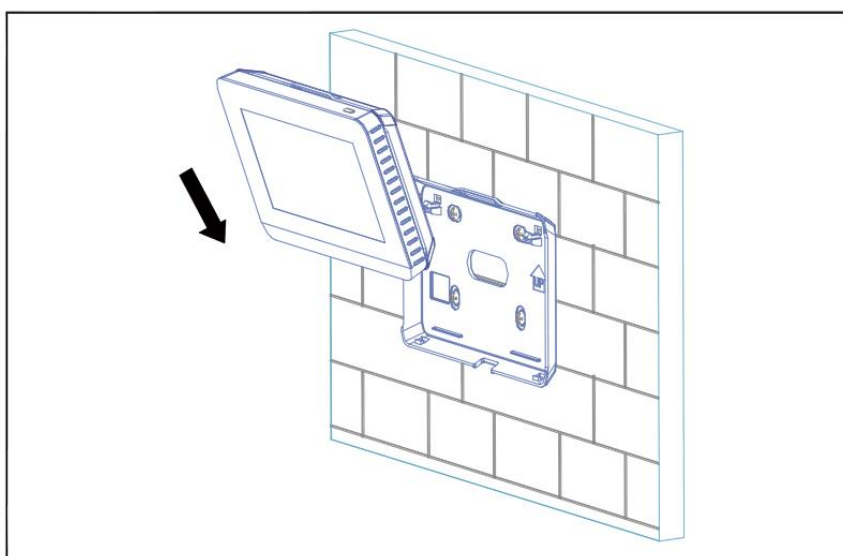

Figura 5: Inserimento del comando nel coperchio posteriore
3.1.4 Infilare il controllo centralizzato ad angolo nei due supporti nella parte inferiore del coperchio posteriore, come mostrato nella Figura 5.